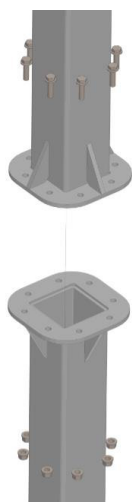

Рис. 6
- 3.. Собрать опору (рис. 3.) соединив фланцы и зафиксировав с помощью крепежа М 12, входящего в комплект изделия. (см. рис. 6)